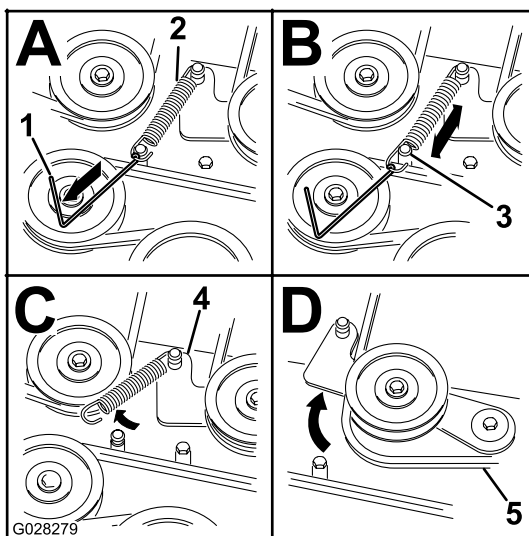

Figure 67
7. À l'aide d'un outil de dépose de ressort (réf. Toro 92-5771), décrochez le ressort de tension de l'ergot sur le tablier pour éliminer la tension sur la poulie de tension (Figure 67).
10. Acheminez la courroie neuve autour des poulies du tablier de coupe et de la poulie d'embrayage, sous le moteur (Figure 67).
11. À l'aide d'un outil de dépose de ressort (réf. Toro 92-5771), accrochez le ressort de tension à l'ergot situé sur le tablier, ce qui a pour effet d'exercer une tension sur la poulie de tension et la courroie du tablier de coupe (Figure 67).